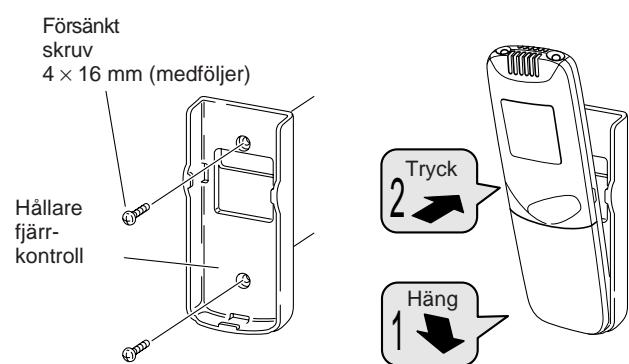

Fig. 13
- (1) Kontrollera att beep signalen på innedelen hörs när ON/OFF knappen trycks in där fjärrkontrollen skall monteras, därefter kan hållaren monteras på väggen. (Fig. 13)
- (2) För att ta loss sensorn från hållaren lyfter man snett uppåt. (Fig. 13)